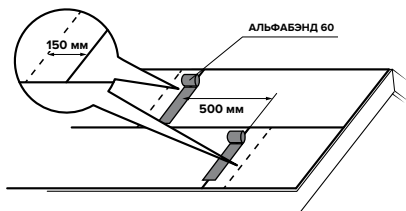

Рис. 14
**Монтаж поперечных перехлестов полимерного подкладочного ковра.** Поперечные нахлесты полимерного подкладочного ковра составляют 150 мм. Сверху перехлест проклеивается самоклеящейся односторонней лентой АЛЬФАБЭНД 60. Расстояние между поперечными перехлестами должно быть не менее 500 мм (Рис. 14).